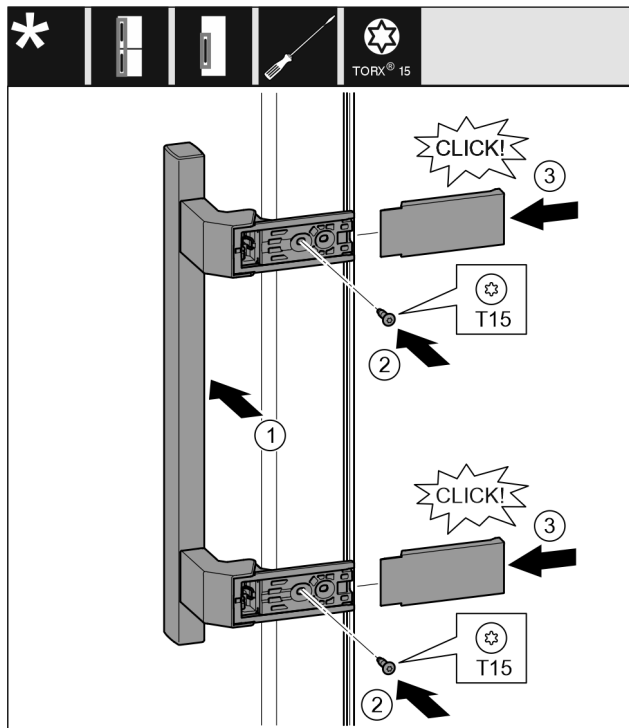

Fig. 15
- Pielieciet rokturi pretējā pusē. Fig. 15 (1)
- Pieskrūvējiet skrūves ar skrūvgriezi T15. Fig. 15 (2)
- Pielieciet un uzbīdiet sānos pārsegu. Fig. 15 (3)